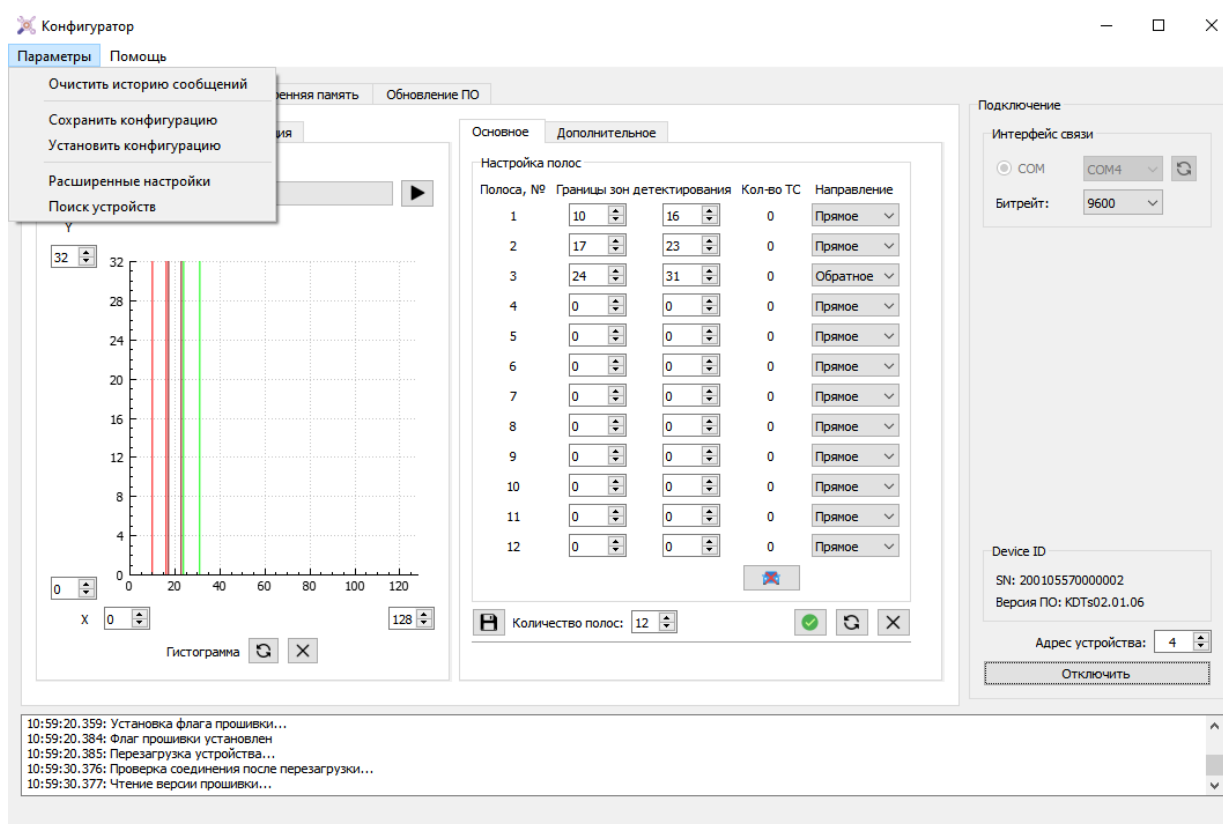

Рисунок 2.26 – Меню параметров приложения
2.9.14.1 В панели меню «Параметры» (рисунок 2.26) имеется возможность очистки сообщений в области журналирования, появляющихся в ходе работы программы («Очистить историю сообщений»), а также вызов окна расширенных настроек программы («Расширенные настройки»).